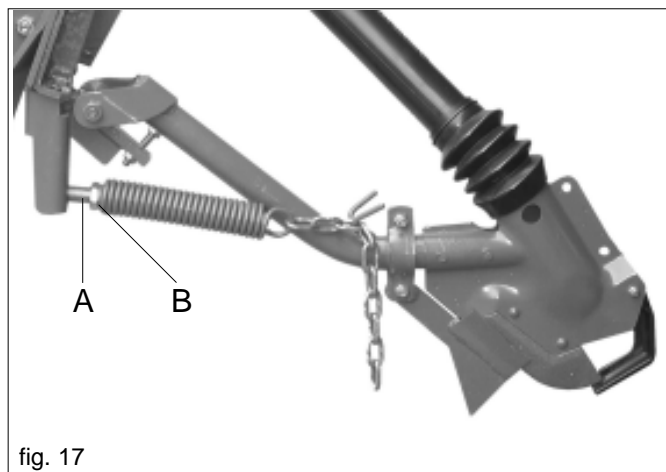

fig. 17
En las hileras exteriores, aumente o disminuya la presión ajustando el tornillo (A Fig. 17) y bloqueándolo con la tuerca (B).